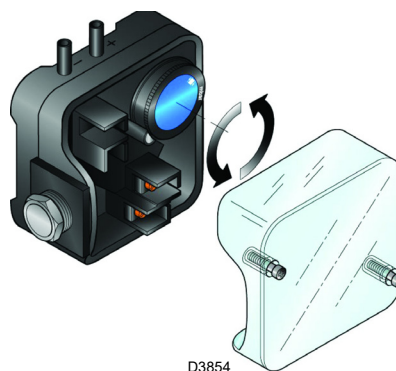

Fig. 26
- Régler le pressostat d'air au début de la graduation (Fig. 26).